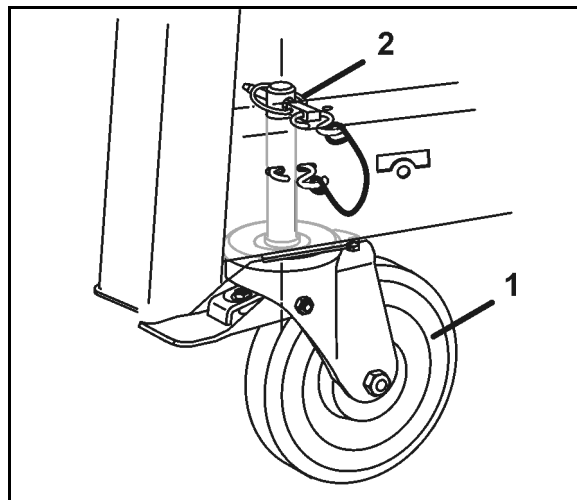

Bild 43
5. Styrbara bromsrullar (Bild 43/1) fram:
- o montera och fixera med låssprint (Bild 43/2),